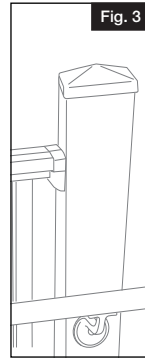

Fig. 3
- Raise bottom insert temporarily to allow room to fasten steel post to deck (Fig. 3).
- Mark holes through the bottom plate of steel post onto deck surface (Fig. 3).
- Slide vinyl post jacket over post insert (Fig. 3).
- Slide second post insert into the tip of the vinyl post jacket over the steel post (Fig. 3).
Tip: The sleeve should extend above the desired rail height enough to allow clearance for a post cap (Fig. 3).
- Soulever temporairement la pièce insérée du bas pour avoir suffisamment d'espace pour fixer le poteau d'acier à la terrasse (Fig. 3).
- Tracer des marques sur la surface de la terrasse à travers les trous de la plaque de base du poteau d'acier (Fig. 3).
- Faire glisser le manchon de poteau en vinyle sur la pièce insérée de poteau (Fig. 3).
- Faire glisser la deuxième pièce insérée de poteau dans le bout du manchon de poteau en vinyle par-dessus le poteau d'acier (Fig. 3).